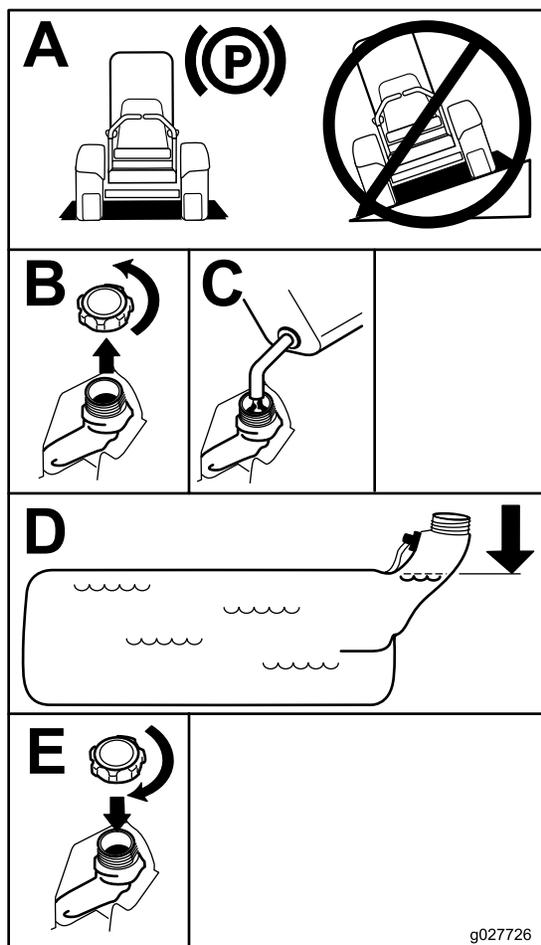

Figura 7
3. Limpie alrededor del tapón de combustible y retírelo. Añada gasolina normal sin plomo al depósito de combustible hasta que el nivel esté entre 6 y 13 mm (1/4 y 1/2 pulgada) por debajo de la parte inferior del cuello de llenado (Figura 7).